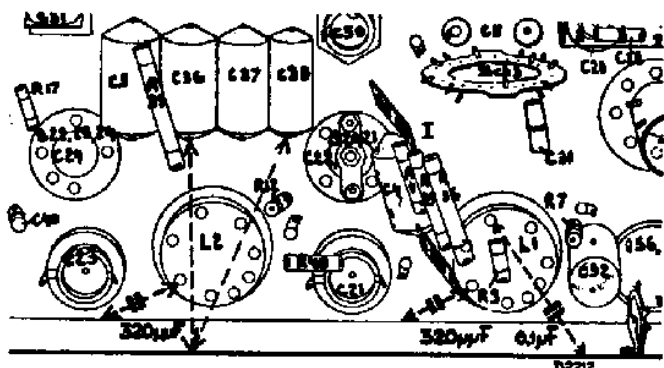

Abb. 3
5. Automatische Lautstärkeregelung durch Kurzschluss von C33 und C36 ausschalten (siehe Abb. 3).
8. Dritten Kreis mit Kondensator von 320 $\mu\mu\text{F}$ zwischen Anode L2 und Chassis (siehe Abb. 3) verstimmen.
15. Ersten Kreis mit Kondensator von 320 $\mu\mu\text{F}$ zwischen Anode L1 und Chassis verstimmen (siehe Abb. 3).
9. Erstes Gitter von L1 mit Kondensator von 0,1 μF erden (siehe Abb. 3).
4. Erstes Gitter von L1 mit Kondensator von 0,1 μ F erden (siehe Abb. 3). } knopf